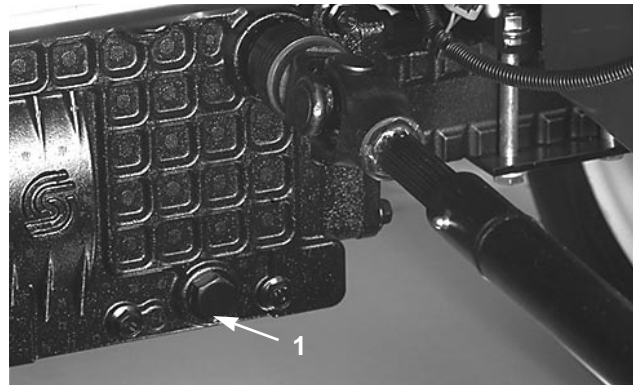

Bild 26
WECHSELN VON HYDRAULIKÖL UND -FILTER (Bild 26–27)
3. Die Ablassschraube aus dem Achsgehäuse entfernen und das Öl in eine Wanne ablassen (Bild 26).
6. Die Ablassschraube wieder in das Achsgehäuse einschrauben (Bild 26).